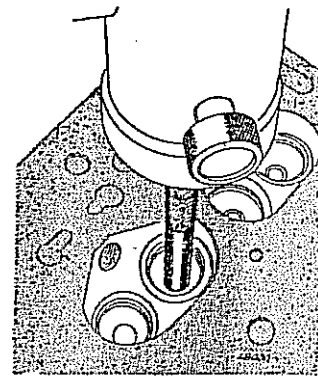

Fig. 49
- b) Extraer las guías en una prensa, empleando el mandril extractor MOT 03 A. Las guías deben extraerse empujando hacia el lado de los balancines (Fig. 49).